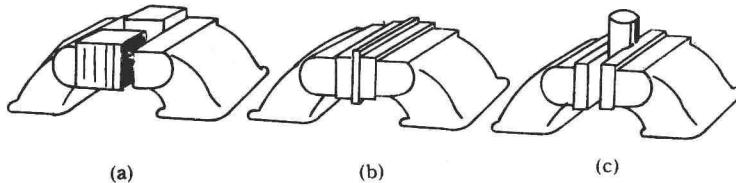

图 1-13 虎钳夹持工件方法
- ①向虎钳上安装工件时，应用手平稳有力地紧固。不可用手锤敲击虎钳手柄，或用加长管转动虎钳手柄。
- ②向虎钳上夹持工件时，非方形工件应以钳口中央夹紧。
- ③夹持方形工件时，如图 1-13 (a) 所示，在钳口的另一侧以等厚木块配置并同时夹紧。